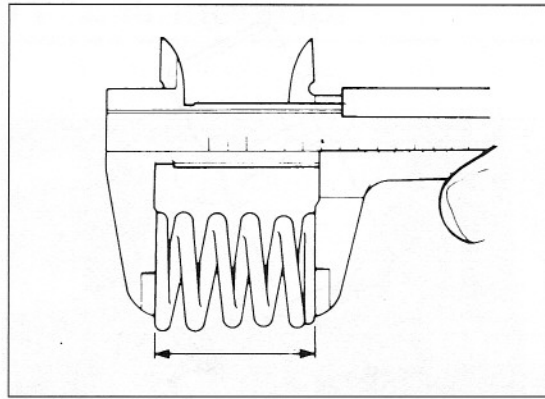

Bild 215
-  Nach Wiederöffnen Lagerspiel an Quetschbreite des Streifens ablesen (je breiter der Streifen, desto geringer das Spiel; Bild 215). Bei Überschreiten der Verschleissgrenze Innendurchmesser des Nockenwellenlagers und Lagerzapfen der Nockenwelle messen. Eventuell kann eine neue Nockenwelle Spiel wieder in Toleranz bringen, sonst muss Zylinderkopf komplett erneuert werden.